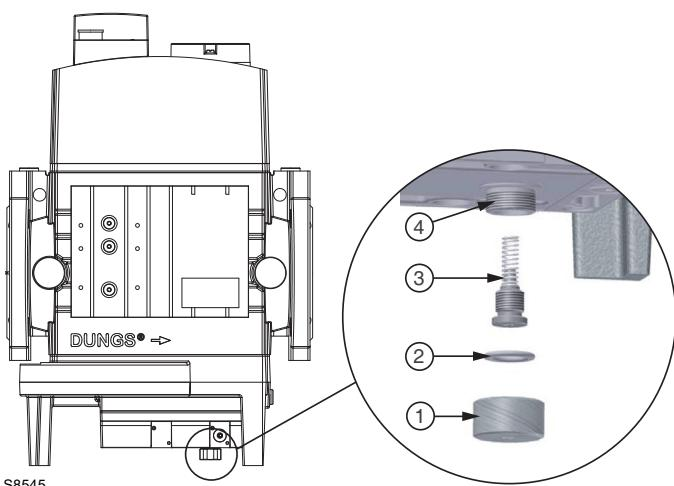

Fig. 10
Indien andere drukken op de uitgang noodzakelijk zijn, moet de gepaste veer besteld worden uit diegenen die voorzien worden als accessoire en moet de vervanging uitgevoerd worden zoals wordt aangeduid in Fig. 10.
- Draai de beschermingsdop 1)(Fig. 10) voorzichtig los en controleer of de pakking 2) intact is in de zitting;
### Legende (Fig. 10)